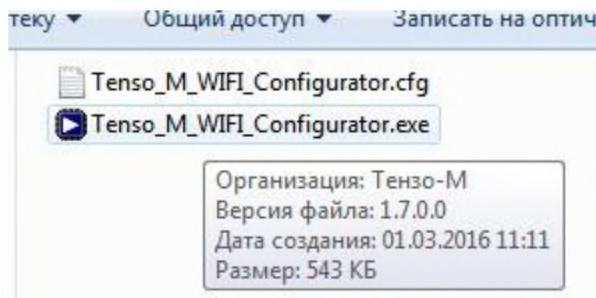

Рис. 4.1. Запуск «Tenso-M_WIFI-Configurator».
4.2. Для запуска ПО запустите на исполнение файл «Tenso_M_WIFI_Configurator.exe», см. рис. 4.1.